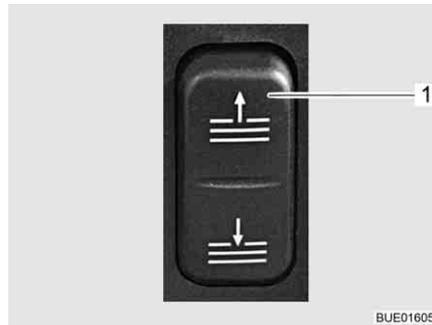

Bild 34 Schalter Sonnenblende
- Obere oder untere Hälfte des Schalters (Bild 34,1) drücken. Die Sonnenblende fährt nach oben oder nach unten, solange der Schalter gedrückt wird.